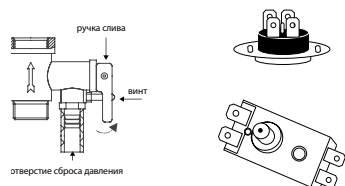

Рис. 13
- для водонагревателей серий Diamante Collezione, Diamante Inox Collezione Orizzonte: открутить гайку крепления термовыключателя, закрепленного на фланце ТЭНа, перевернуть термовыключатель и нажать до щелчка кнопку, расположенную по центру термовыключателя рис.13;